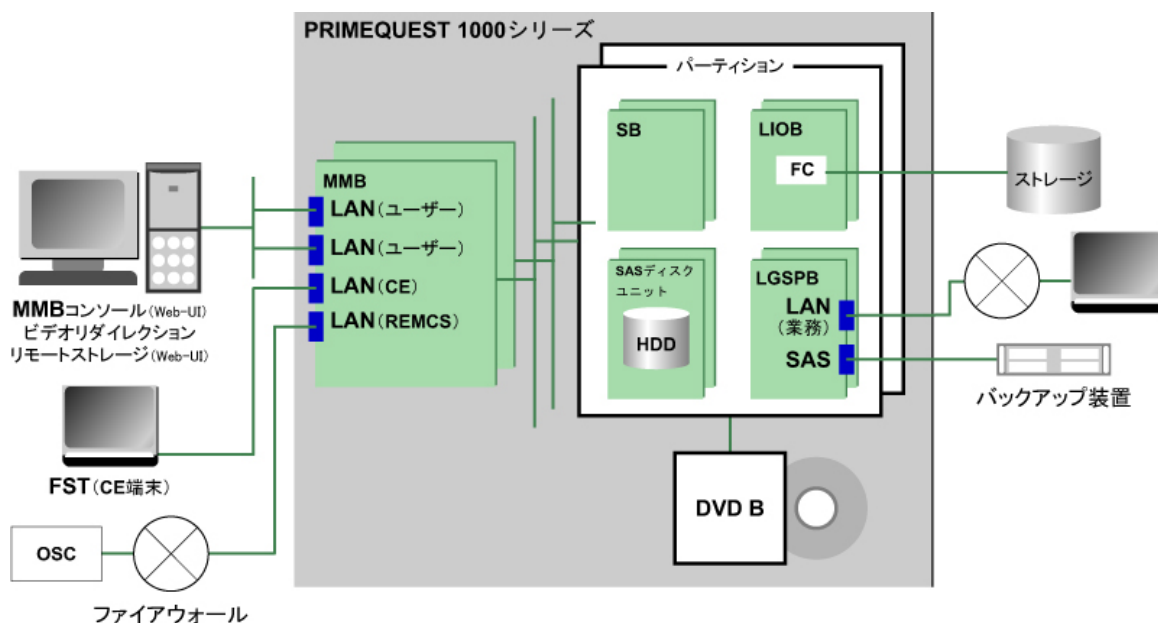

図 1.3 PRIMEQUEST 1000 シリーズ 構成概念図
- ・ IOB と GSPB (「図 1.3 PRIMEQUEST 1000 シリーズ 構成概念図」の「パーティション」内の LIOB/LGSPB) を合わせて、IO ユニットと呼びます。